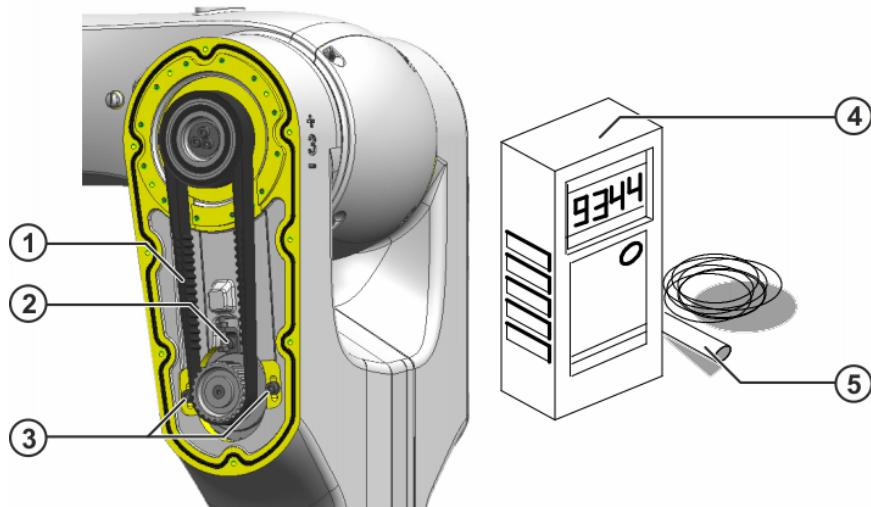

Abb. 8-6: Zahnriemenspannung A3 messen und Frequenzmessgerät (Beispiel)
3. Frequenzmessgerät in Betrieb nehmen (>>> Abb. 8-6).